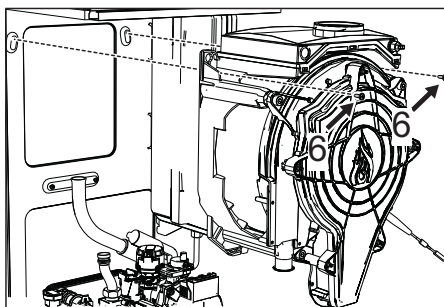

fig. 64
- Scoateți cele 2 șuruburi **superioare „6”** de fixare a schimbătorului de cadru (fig. 64)